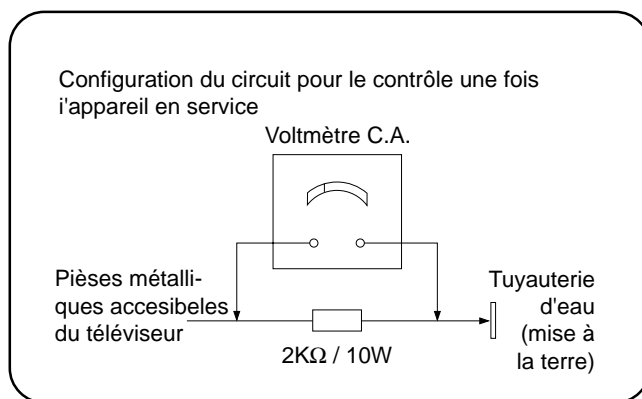

Fig.1a Mesure du courant de fuite
2. Raccorder une résistance 2k Ω /10W en série à une pièce métallique accessible de l'extérieur du téléviseur et réaliser une mise à la terre appropriée, p. ex. tuyauterie d'eau (fig. 1a).